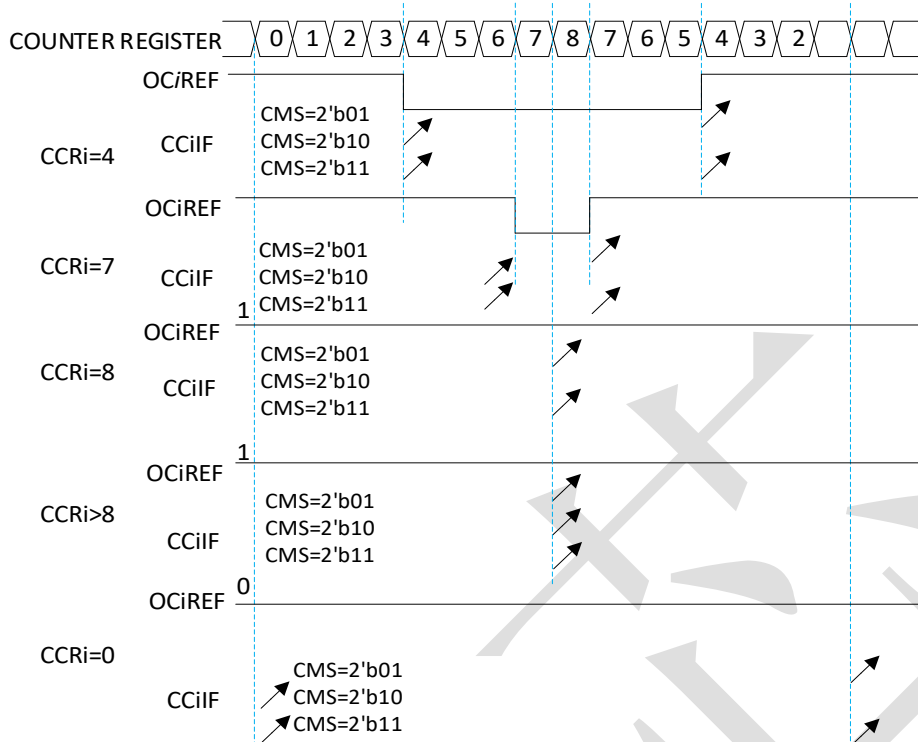

图 13-19 中央对齐模式 PWM (TIM1_ARR=8, OCi_MODE=3)
- 标志位在以下三种情况下被置位（以箭头形式在图 13-19 中标出）